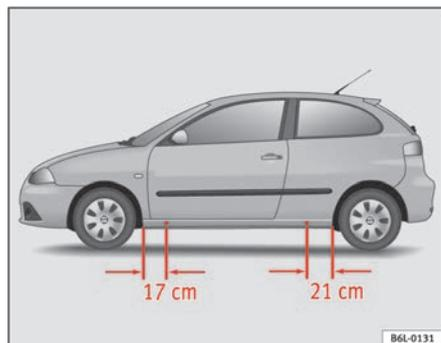

Fig. 142 Points d'appui du cric.
- Cherchez sur le longeron inférieur le point d'appui le plus proche de la roue à changer ⇒ fig. 142.
Des empreintes sur le bas de caisse à l'avant et à l'arrière du véhicule indiquent les points d'appui du cric ⇒ fig. 142. Un emplacement a été prévu pour chaque roue. Le cric ne doit pas être positionné à d'autres endroits.